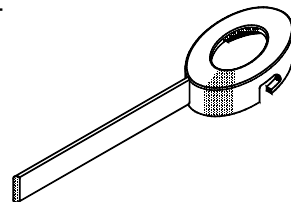

图9 - 废料件
- 机器带有刮片 (图9)，建议将其与刀片 DF 1-2-3-5, DTV, DT 2-3-7-9, DQ4一起使用。在放置其它刀片之前，该刮片必须安置在刀片支撑上。然后按“**A**”中所示的步骤安装其它刀片。
废料排出件: 由AISI 304钢制成, 并和刀片支撑一起安装。方便排出已经切割的产品。可能只需要用于刀片DTV, DT2 - 3 - 4 - 7 - 9, DF1 - 2 - 3 - 4 (图9)